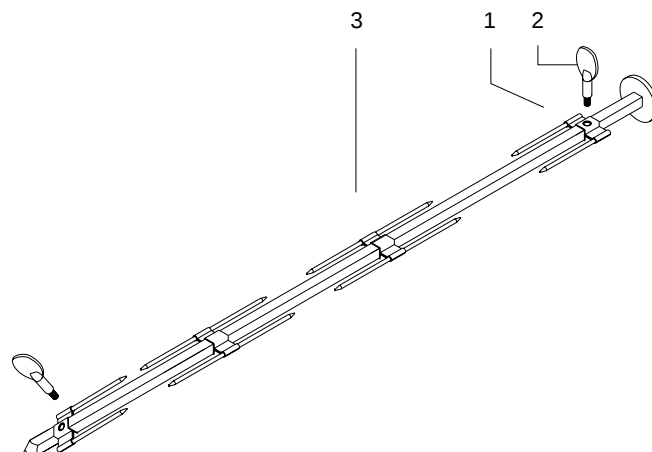

Fig.5
- a) Posizionare lo spillo semplice (1) sullo spiedo (3) fino a raggiungere lo stop e fissare con la vite (2) Fig.5